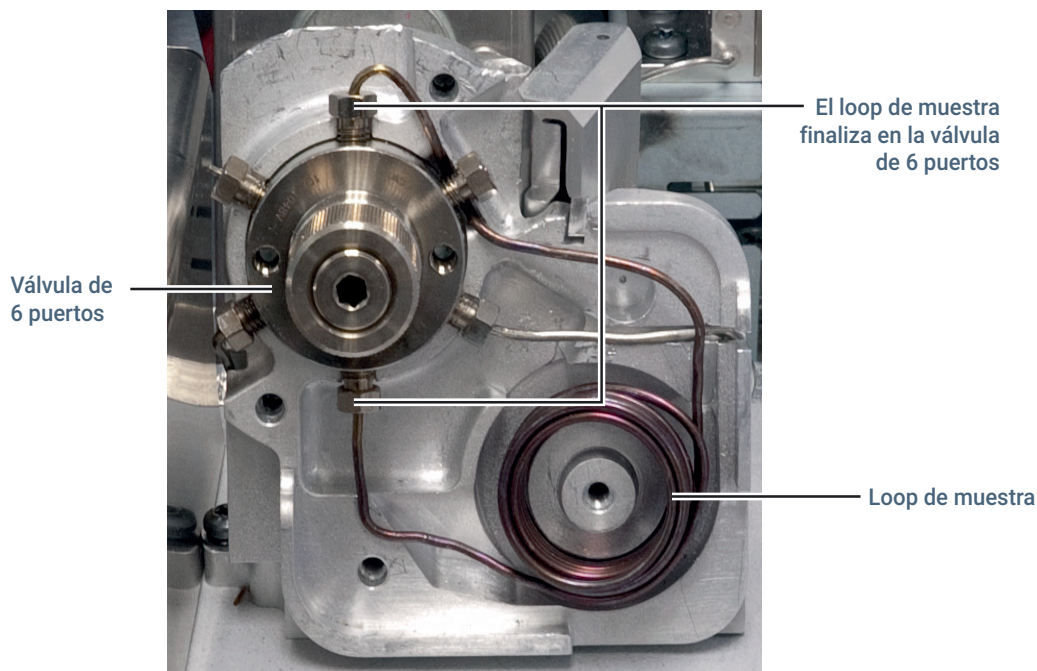

Figura 19. Desconexión del loop de muestra de la válvula de 6 puertos
- 7 Con una llave de 1/4 pulgadas, desconecte los dos extremos del loop de muestra de la válvula de 6 puertos (**Figura 19**).
- 9 Quite la cubierta de loop de muestra (**Figura 19**). Tire de la conexión de la sonda de muestra aflojada lo suficiente para deslizar el tubo del loop de muestra por debajo de ella.